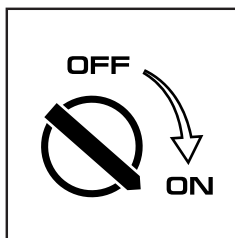

Рис. 15
2. Перед запуском двигателя переведите поворотный выключатель двигателя в положение «ON» (Рис. 15).